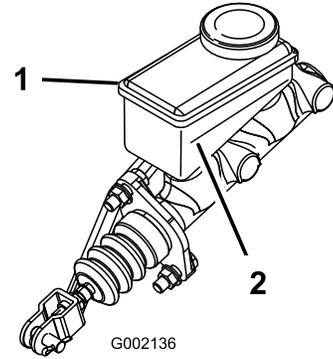

図 42
2. タンクの側面についているマークで、量を点検する **図 42**。
- B. 最低ラインより上まで DOT 3 ブレーキ液を補給する **図 42**。